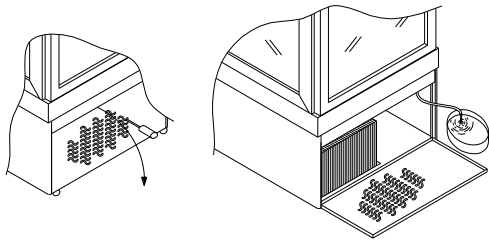

fig. 3.7
4. Bajar el tubo de goma posicionado al interior del vano compresor y posicionarlo en un recipiente de adecuada dimensión (Fig. 3.7).